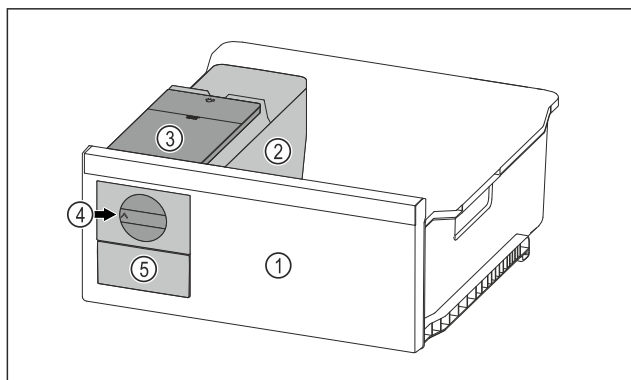

Fig. 128 例图
- ▶ 将旋钮 Fig. 128 (4) 顺时针转动到底。
- ▶ 冰块从方块冰盘落入冰块抽屉 Fig. 128 (5) 中。如果不是所有冰块都从方块冰盘中掉出: